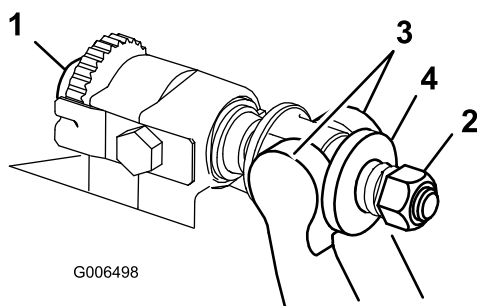

Figura 27
1. Gire los tornillos de ajuste de la barra de asiento en sentido antihorario para alejar la contracuchilla del molinete (Figura 27).
2. Afloje la tuerca de tensado del muelle hasta que el muelle deje de presionar la arandela contra la barra de asiento (Figura 27).